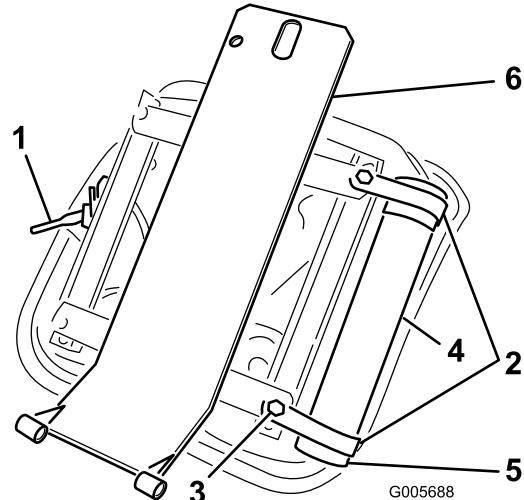

Bild 12
1. Montieren Sie die Sitzfederung unten am Sitz an vier Kopfschrauben und befestigen Sie diese mit vier Sicherungsscheiben, Flachscheiben und Muttern (Bild 12).
2. Befestigen Sie die beiden R-Schellen lose mit zwei Kopfschrauben und Flachscheiben (liegen dem Sitz bei) an der rechten Seite der Sitzunterseite (Bild 12). Setzen Sie das manuelle Rohr in die R-Schellen ein und ziehen Sie die Klemmmuttern fest (Bild 12).
3. Montieren Sie die Sitzstütze über vier Gewindestöpsel unten an der Sitzfederung und befestigen Sie diese mit Muttern (Bild 12).